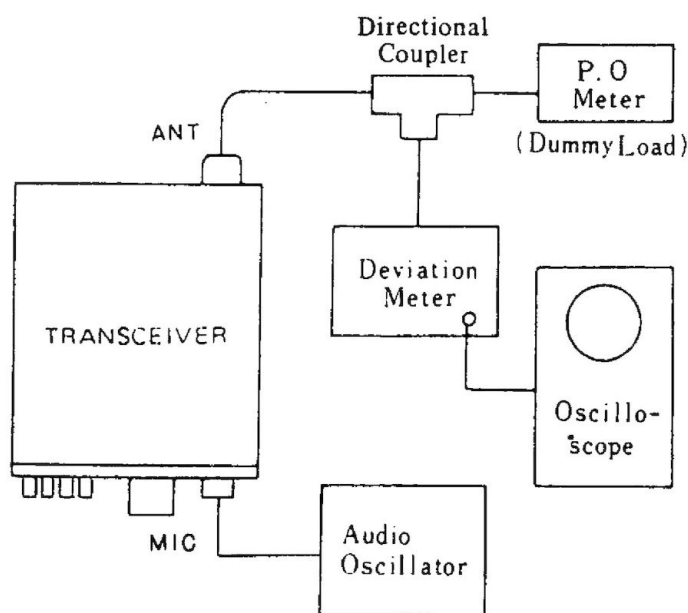

Figure 3
(6) Impostazione dell'uscita a bassa potenza
(7) Regolazione del modulatore FM
- a) Fare riferimento alla Fig. 3 e impostare il ricetrasmettitore e l'apparecchiatura di prova come mostrato